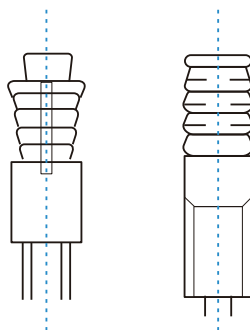

Figura 5
- Determine o local de montagem no teto do recinto ou no teto da edificação e faça quatro furos de $\varnothing 12$ mm x 50-55 mm. Em seguida, chumbe e instale as fixações do gancho de expansão (acessório 4 comprado) nesses furos. Consulte a Figura 5.